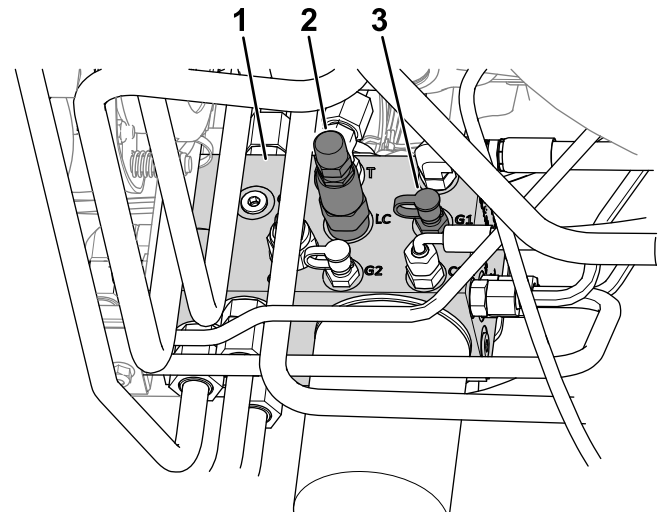

Figure 23
4. Branchez un manomètre sur l'orifice de contrôle (identifié par G1 ; voir la Figure 23).
2. Tiroir de transfert de poids (LC)
5. Sur le côté du collecteur de levage, enlevez le capuchon de la prise d'essai (identifiée par G1 ; voir la Figure 23).
6. Desserrez l'écrou de blocage au bout du tiroir de transfert de poids (identifié par LC ; voir la Figure 23).